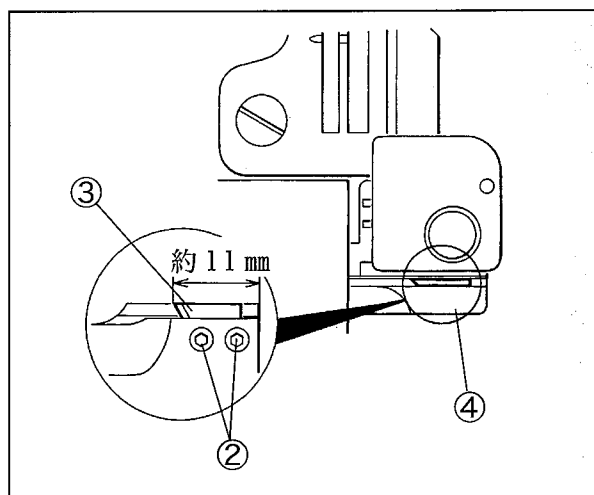

図 13
2. ネジ②を緩める
3. メス③を交換する。
メスの位置は先端が装置取付台④右端から約 11 mm になる。(図 13 参照)
4. ネジ②を締め付け、メス③を固定する。
5. ピン⑥に空環押エ①のピン穴⑤を合わせ、メス溝をメス③に合わせ、空環押エ①を元に戻す。